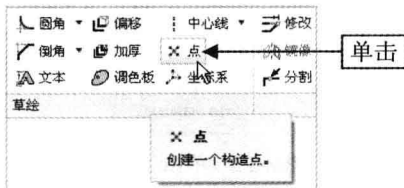

图 2-9 单击“点”按钮
Step 02 在“功能区”选项板的“草绘”选项卡中, 单击“草绘”面板中的“点”按钮 , 如图 2-9 所示。